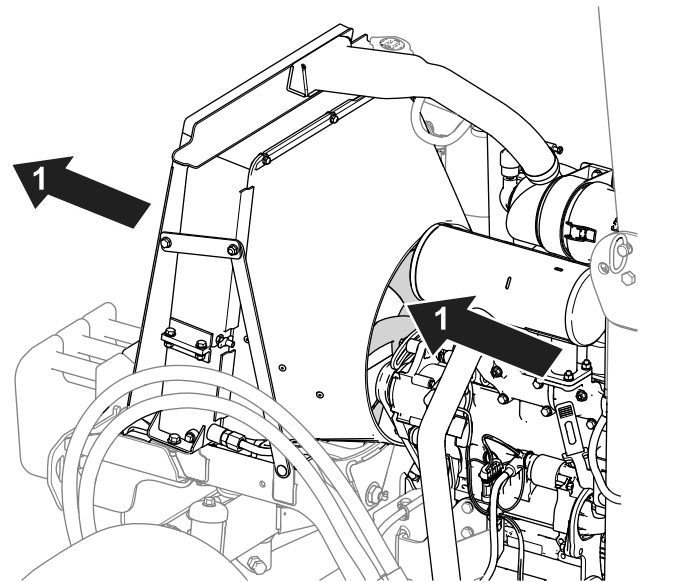

Bild 69
- Reinigen Sie die Kühlrippen mit Druckluft. Richten Sie dabei die Druckluft vom Motorinnenraum nach außen (Bild 69).